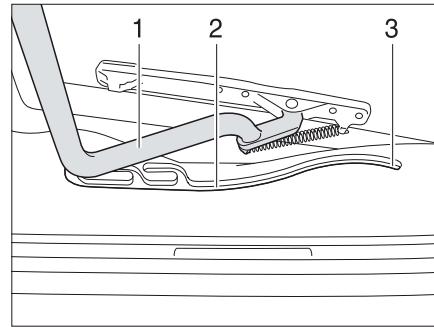

Fig. 47 Lanterneau Heki, glissière
- Tirer l'étrier (Fig. 47,1) dans les glissières (Fig. 47,2) jusqu'à la position la plus reculée (Fig. 47,3).
- Pousser l'étrier (Fig. 47,1) légèrement vers le haut avec les deux mains.
- Tirer l'étrier dans les glissières (Fig. 47,2) jusqu'à la position souhaitée.